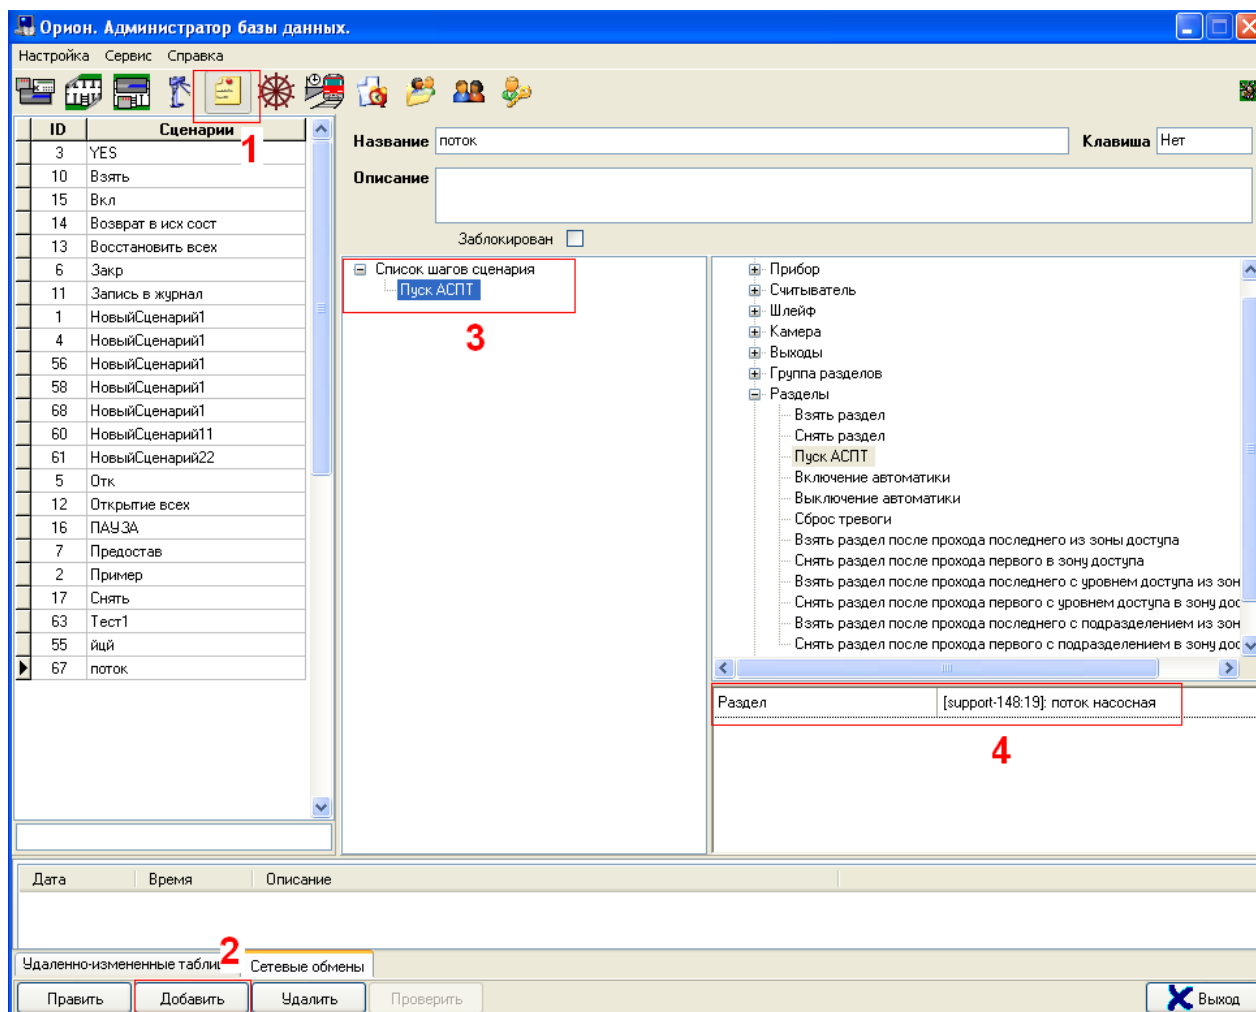

Рисунок 29
2. Создайте сценарий с шагом «Пуск АСПТ» для этого раздела в соответствии с Руководством по эксплуатации АРМ «Орион Про». Последовательность создания сценария показана на Рисунок 29.